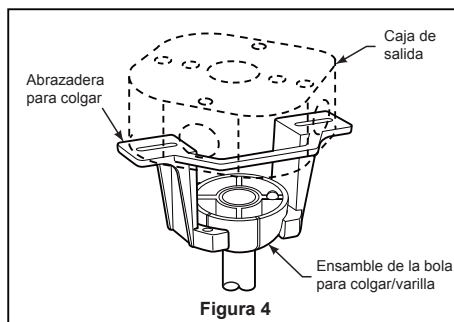

Figura 4
- ☐ 4. Retire la arandela del acoplador del motor y la cubierta de la carcasa superior del ensamble del motor. (Figura 4)
4. Coloque el soporte de la varilla y alinee los orificios de la clavija de horquilla en ambas piezas. Instale la clavija de horquilla y asegúrela con la pinza de horquilla. Fije los dos tornillos de presión y las tuercas de seguridad en el soporte de la varilla interior. (Figura 4)
- ☐ 4. Fije firmemente el conector de 9 pasadores de la ensamble de kit de luz al enchufe del mazo de cables dentro de la unidad del motor. (Figura 4)
4. Deslice el interruptor a "CH" cuando use el interruptor de cadena del kit de iluminación. Deslice el interruptor a "RC" cuando el ventilador se esté usando con el accesorio de mando a distancia opcional CR500. (Figura 4)